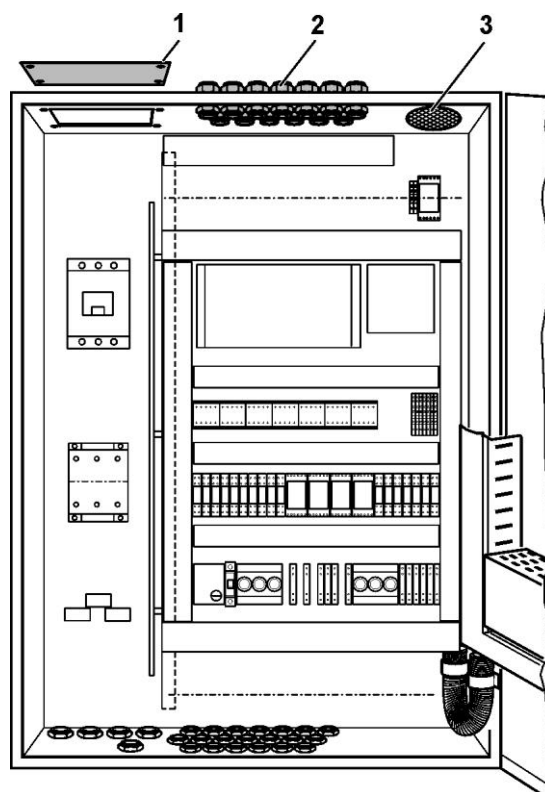

Рис. 13 Подвод кабеля к распределительной панели модуля БТЭС
- Снять защитные пластины (Рис. 13, поз. 1) и выполнить кабельные вводы (обеспечивается заказчиком) для подключаемого к сети силового кабеля.
- Соединительный кабель через кабельные вводы подвести к верхней стороне модуля (Рис. 13, поз. 2).
##### Легенда к Рис. 13